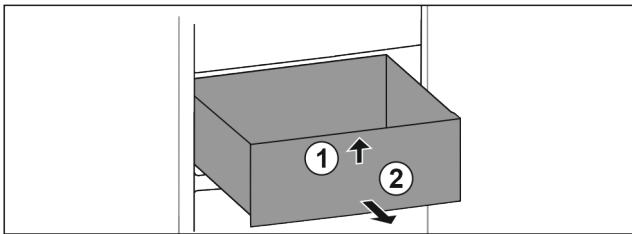

Fig. 84
- ▶ Повдигнете чекмеджето отпред. Fig. 84 (1)
- ▶ Извадете чекмеджето напред. Fig. 84 (2)